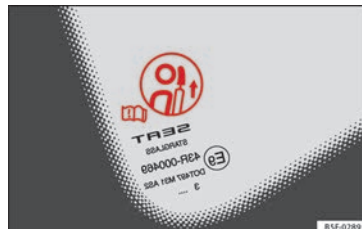

Bild 87 Varningsdekal för nackskyddsläge.
• De bakre passagerarna ska under inga omständigheter färdas i fordonet med nackskydden i läget för icke-användning. Se varningsdekalen placerad på den fasta sidobakrutan »» bild 87.